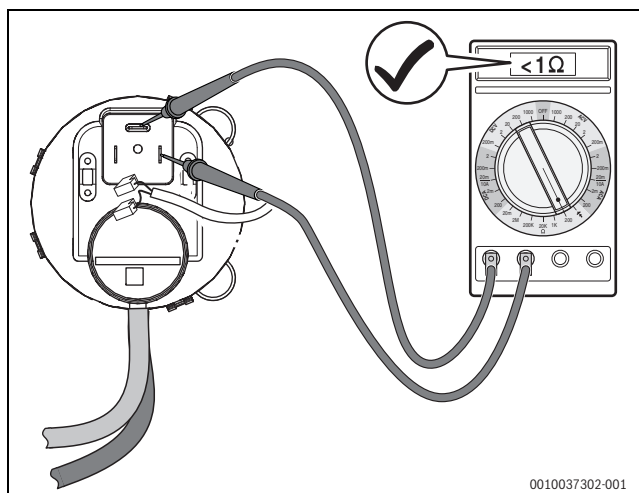

Рис. 55 Проверка проводимости дифференциального реле давления (реле в порядке)
- ▶ Отсоедините электрические провода на дифференциальном реле давления и измерьте сопротивление на контактах (→Рис. 55).